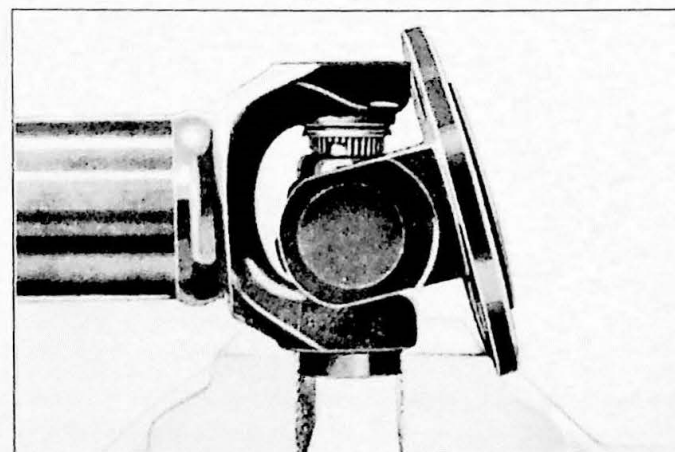

Fig. 8.11. Het uittrekken van de lagerhouder
4. Trek het lager uit de vork door de lagerhouder vast te zetten in een bankschroef en de kardanas naar boven te trekken en tegelijkertijd te draaien (Fig. 8.11).
7. Verwijder het lager zoals in punt 4 (Fig. 8.11).